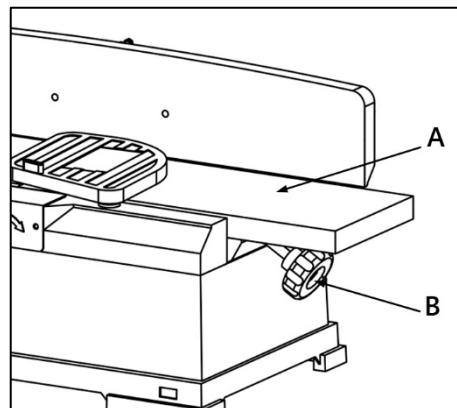
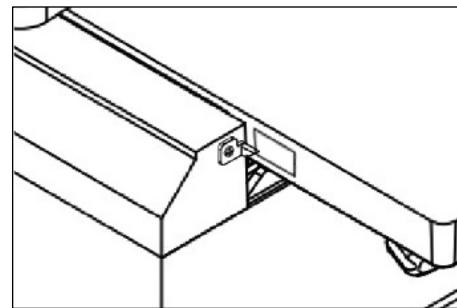

Рисунок 11.
Рисунок 12.
Глубина строгания регулируется перемещением стола подачи (A) (рис. 11) по отношению к ножевому валу. Стол подачи можно опускать или поднимать при помощи рукоятки (B) настройки высоты подающего стола. Поворот рукоятки против часовой стрелки опускает стол и обеспечивает удаление большего количества древесины с заготовки. Поворот по часовой стрелке поднимает стол подачи и с заготовки снимается меньше материала. Для точной настройки глубины строгания станок оснащен указателем и шкалой (рис. 12).